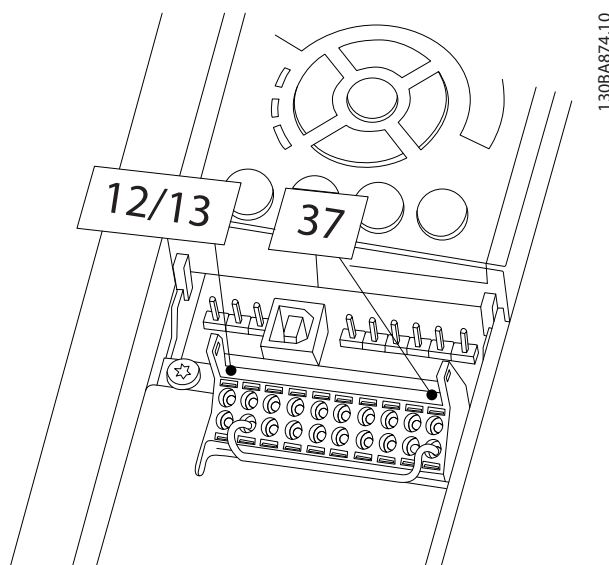

Abbildung 1.4 Drahtbrücke zwischen Klemme 12/13 (24 V) und 37
1. Entfernen Sie die Drahtbrücke zwischen den Steuerklemmen 37 und 12 oder 13. Ein Durchschneiden oder Brechen der Drahtbrücke reicht zur Vermeidung von Kurzschlüssen nicht aus. (Siehe Drahtbrücke in *Abbildung 1.4*.)